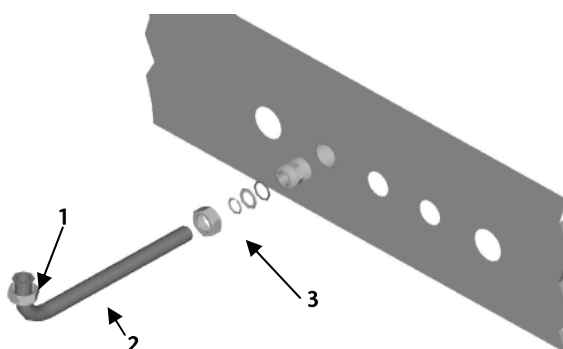

Figura 6
La dima in cartone fornita con l'apparecchio, permette l'esatto posizionamento degli allacci idraulici. La Figura 6 mostra come devono essere predisposte le connessioni a muro. Il collegamento idraulico della caldaia può essere realizzato mediante l'apposito kit presente nella caldaia, eseguendo le seguenti operazioni:
- Utilizzare i relativi girelli (n° 1 in Figura 6) per collegare i tubi (n° 2 in Figura 6) presenti nel kit
- Utilizzare i raccordi e guarnizioni (n°3 in Figura 6) per collegare i tubi alle connessioni "femmina" a parete.